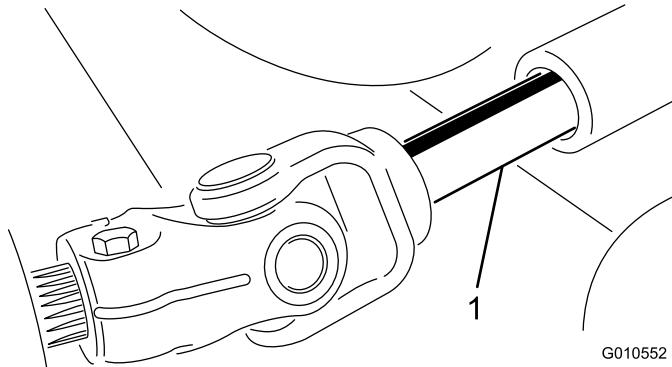

図 17
4. エンジンを停止させ、カッティングユニットをトラクションユニットから外し、PTO シャフトのオスメスの接続部分を解除する（図 17）。